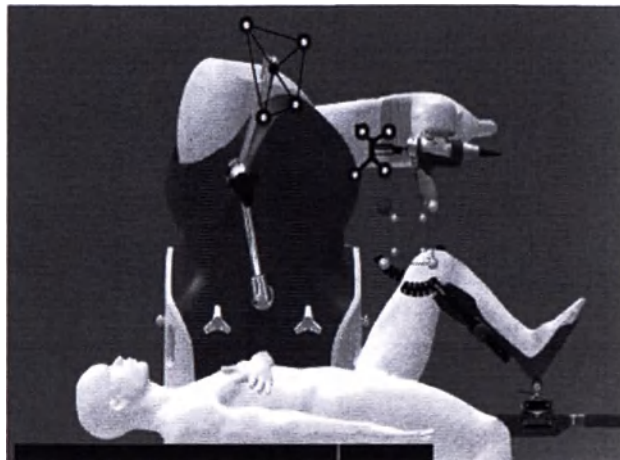

Рисунок 12. Куб для регистрации RIO
e. Выполните регистрацию RIO, собрав точки в каждом углу куба для регистрации (рисунок 12). Манипулятор должен находиться в устойчивом положении на каждом углу до сбора точек. На данном этапе убедитесь, что рабочий инструмент манипулятора для массива коленного сустава постоянно направлен в сторону камеры. Перемещение изгиба